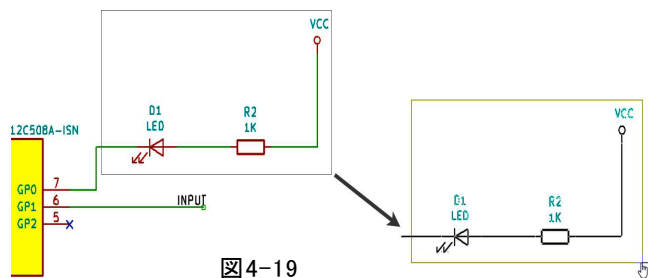

図4-19
- ① マウスポインタをドラッグして範囲選択します。図4-19
- ② マウスのボタンをはなすとブロック（選択範囲）がマウスポインタに吸着されムーブすることが出来ます。